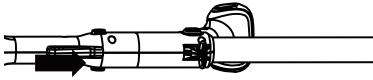

Abb. 1
- a. Ausrichten und die Mittelwelle in die Obere Welle einsetzen, darauf achten, dass sie sich in der richtigen Position befindet, wie in der Abbildung gezeigt. Der Wulstteil und der Schlitz müssen übereinstimmen, andernfalls passen die Wellen nicht zusammen. (Abb. 1)